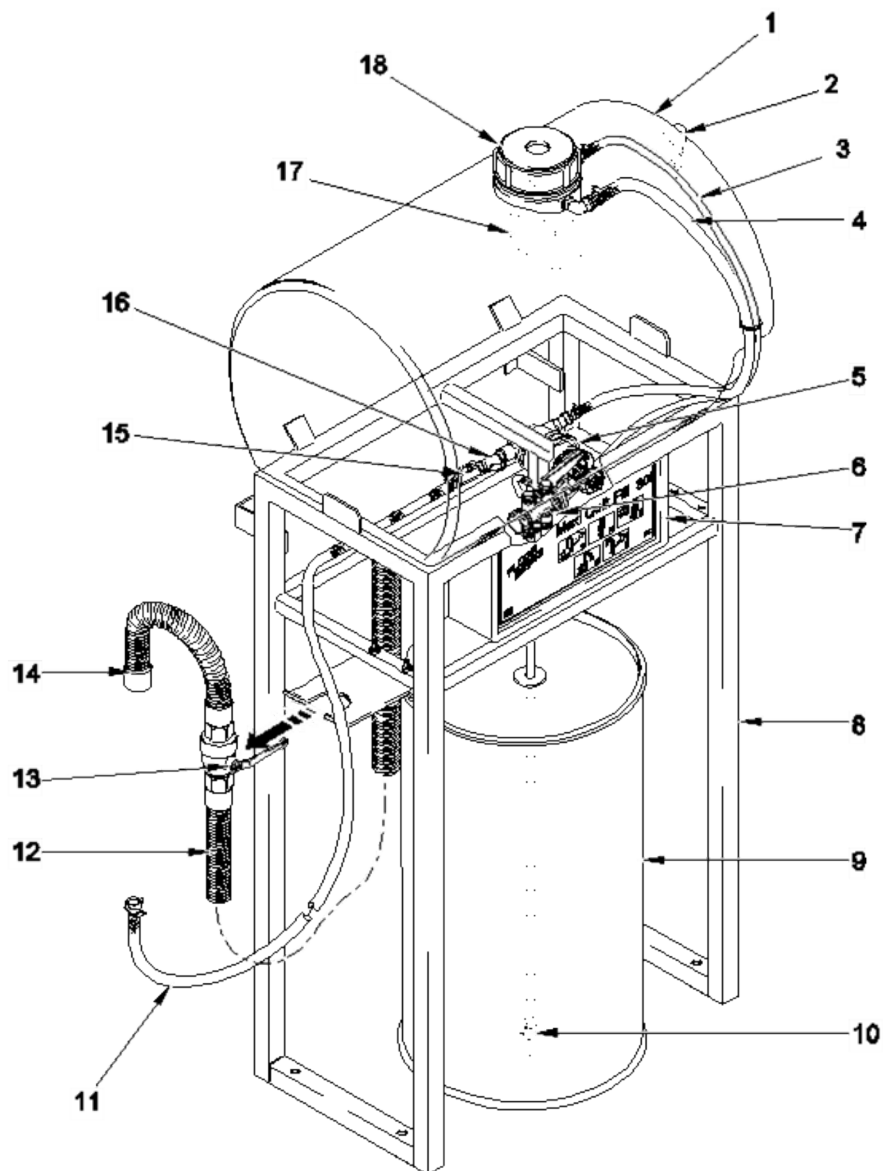
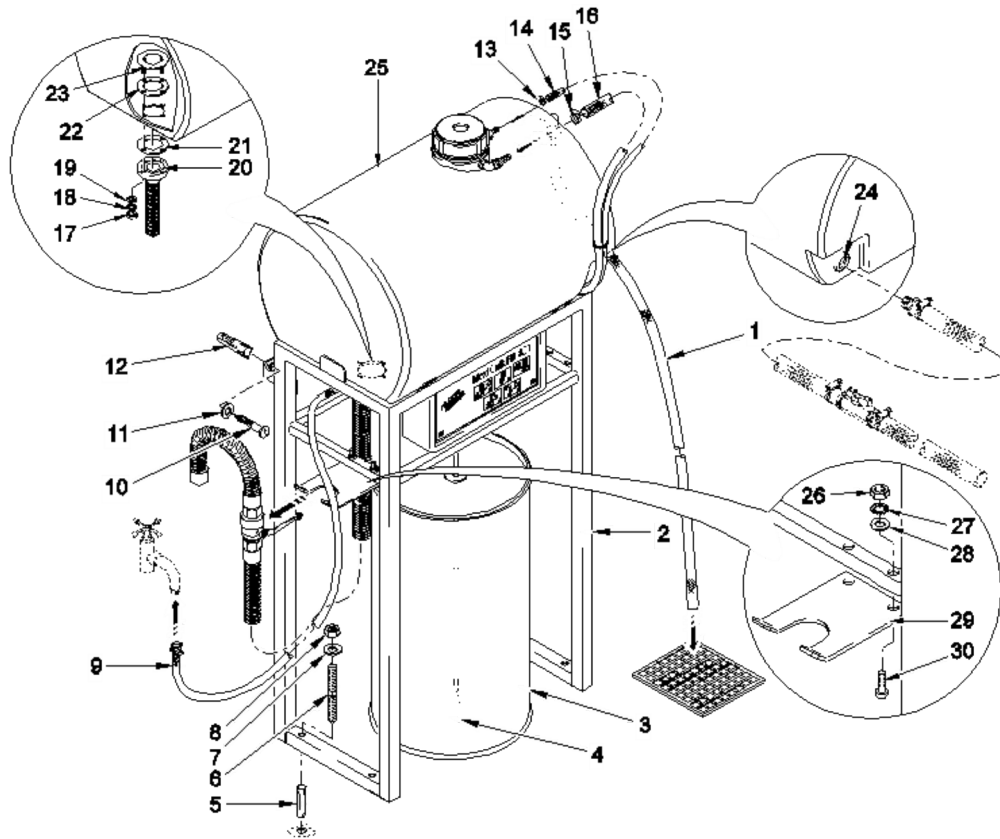

Abb. 3: Aufbau MAXI QUICK FILL
Abb. 4: Montage und Anschlussübersicht
Wenn das Füllniveau im Vorratstank (☞ Kapitel 4 „Aufbau“ auf Seite 22, Abb. 3, Pos. 1) unterschritten ist, wird Reiniger aus dem Produkt-Vorratsgebinde (Abb. 3, Pos. 9) angesaugt und von der Dosierpumpe (Abb. 3, Pos. 6) über einen eigenen Zulauf mengenproportional in den Tank dosiert. Gleichzeitig wird Frischwasser dem Vorratstank zugeführt.
Die Dosierpumpe wird von einem Wassermotor (Abb. 3, Pos. 5) angetrieben.
Sobald das Füllniveau im Vorratstank erreicht ist, schließt das im Tank eingebaute Tank-Einlaufventil (Abb. 3, Pos. 17) den Wasserzulauf und die Reinigerzufuhr wird unterbrochen.
Durch Drehen des roten Füllhebels (Abb. 3, Pos. 13) in die EIN-Position erfolgt die Entnahme der Reiniger-Gebrauchslösung.
3. Die Dübel (☞ *Kapitel 5.3 „Anschluss“ auf Seite 25*, Abb. 4, Pos. 12) für die Wandbefestigung in die Bohrlöcher einsetzen.
4. Die Verbundanker-Patronen (Abb. 4, Pos. 5) in die Bohrlöcher am Boden einführen und die Gewindestangen (Abb. 4, Pos. 6) setzen.
5. Nach der vorgeschriebenen Aushärtezeit, das Gestell in die Gewindestangen einsetzen und mit Muttern (Abb. 4, Pos. 8) und Scheiben (Abb. 4, Pos. 7) am Boden festschrauben.
6. Das Gestell mittels Schrauben (Abb. 4, Pos. 10) und Scheiben (Abb. 4, Pos. 11) an der Wand festschrauben.
2. ► Die vier Muttern (☞ *Kapitel 5.3 „Anschluss“ auf Seite 25*, Abb. 4, Pos. 17) mit Zahnscheiben (Abb. 4, Pos. 18) und Scheiben (Abb. 4, Pos. 19) von den Gewindebolzen des Gegenringes (Abb. 4, Pos. 24) abschrauben.
3. ► Den Füllschlauch-Flansch (Abb. 4, Pos. 20) gemeinsam mit dem Dichtring (Abb. 4, Pos. 21) unter Verwendung der o.a. Muttern und Scheiben an den Gegenring (Abb. 4, Pos. 23) anschrauben.
3. ► Die Wasserzuleitung (☞ *Kapitel 5.3 „Anschluss“ auf Seite 25*, Abb. 4, Pos. 16) unter Verwendung einer Schlauchschelle (Abb. 4, Pos. 15, im Beipack) an den Tank anschließen.
4. ► Die Produktleitung (Abb. 4, Pos. 14) unter Verwendung einer Schlauchschelle (Abb. 4, Pos. 13, im Beipack) an den Tank anschließen.
5. ► Das Schlauchende des Überlaufschlauches (Abb. 4, Pos. 1) in einen geeigneten Ablauf führen.
1. Die Verschlusschraube (↪ *Kapitel 5.3 „Anschluss“ auf Seite 25*, Abb. 4 Pos. 24) entfernen.
2. Den Anschluss des Füllschlauches mit Teflonband eindichten und in die Tankwand gemäß Abb. 4 einschrauben.
1. Die Frontplatte (↪ *Kapitel 4 „Aufbau“ auf Seite 22*, Abb. 3 Pos. 7) vom Gestell (Abb. 3, Pos. 8) entfernen sowie die Saugleitung von der Pumpe (↪ *Kapitel 5.3 „Anschluss“ auf Seite 25*, Abb. 4, Pos. 6) entfernen.
2. Den Schlauchnippel (Abb. 3, Pos. 3) vorsichtig von der Pumpe abschrauben.
3. Den Anschluss des Kugelhahnes (Abb. 3, Pos. 4) mit Teflonband eindichten und in die Pumpe einschrauben.
4. Die beiden Saugleitungen (Abb. 3, Pos. 5 und Abb. 3, Pos. 6), falls erforderlich, kürzen und an die Winkelanschlüsse des Kugelhahnes anschließen.
1. ► Den Absperrhahn (☞ Kapitel 4 „Aufbau“ auf Seite 22, Abb. 3, Pos. 1) am Wassermotor schließen.
3. ► Den Kugelhahn (Abb. 3, Pos. 4) von Pos. A (horizontal) auf Pos. B (vertikal) stellen.